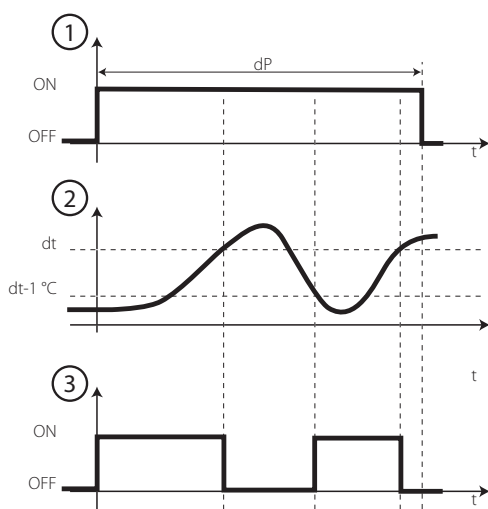

Fig. 4.g
- Em tempo termostatado (só por resistência); num tempo programável. Permite activar a saída do defrost só quando a temperatura estiver abaixo do limite de fim de descongelamento, garantindo uma poupança energética e um descongelamento do evaporador mesmo nas situações mais difíceis (ver Fig. 4.g).